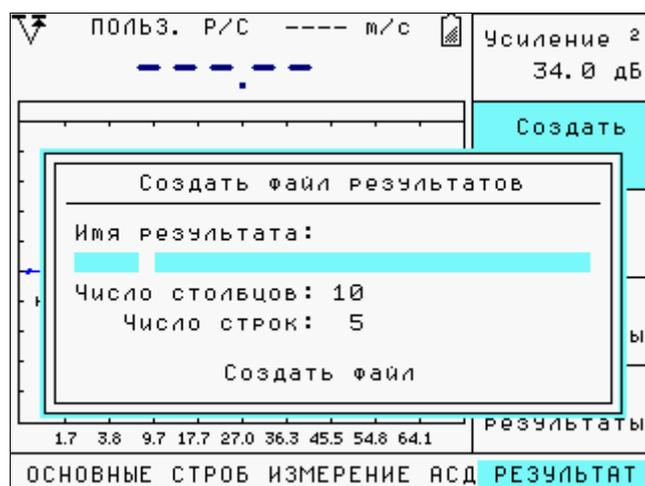

Рис. 7.1 Создание нового файла результатов
**Шаг 1.** Выберите пункт «СОЗДАТЬ ФАЙЛ» в меню «РЕЗУЛЬТАТ» и нажмите клавишу . На экране прибора отобразится окно, подобное изображенному на рис. 7.1